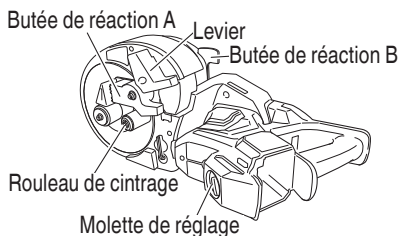

Fig. 23
- (1) Positionner l'outil comme indiqué sur la Fig. 23